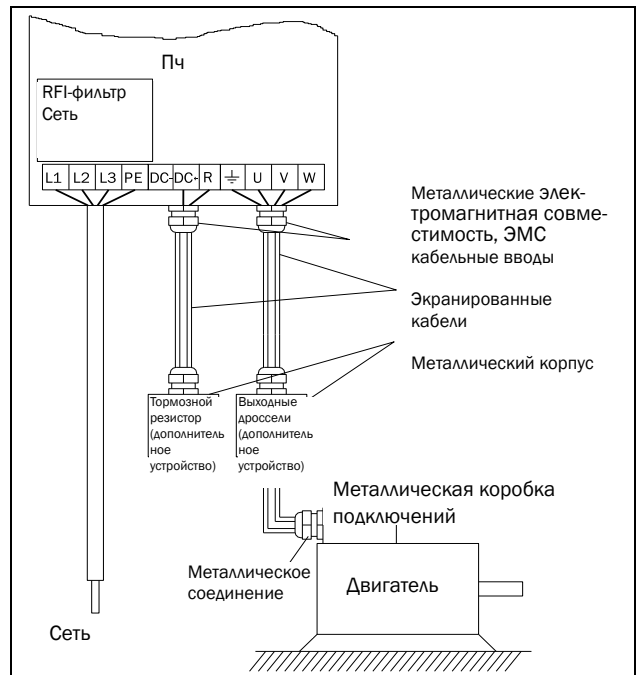

Рис. 35 Подключение кабелей двигателя и сетевого питания
1. Подключите сетевую кабель в соответствии с Рис. 35. Преобразователь частоты в стандартном исполнении оснащен сетевым фильтром помех категории 3, который соответствует промышленному применению.
2. Подключите кабели двигателя в соответствии с Рис. 35. Согласно Нормам EMC, необходимо использовать экранированные кабели и подключить экран кабеля двигателя с обеих сторон: к корпусу двигателя и корпусу преобразователя частоты.